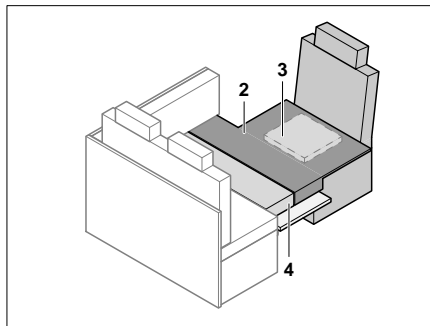

Bild 184 Nach dem Umbau
- Zusatzpolster wie in Bild 184 gezeigt auflegen.